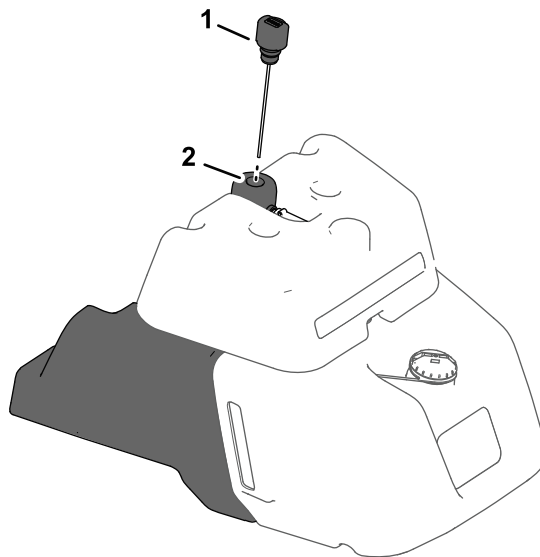

Bild 38
- Ist Ihre Maschine mit einem Schauglas an der Seite des Kraftstofftanks ausgerüstet, ermitteln Sie den Peilstab für die Hydraulikbehälter an der Oberseite der Hydraulikbehälters (Bild 38) und fahren Sie mit Schritt 5 fort.